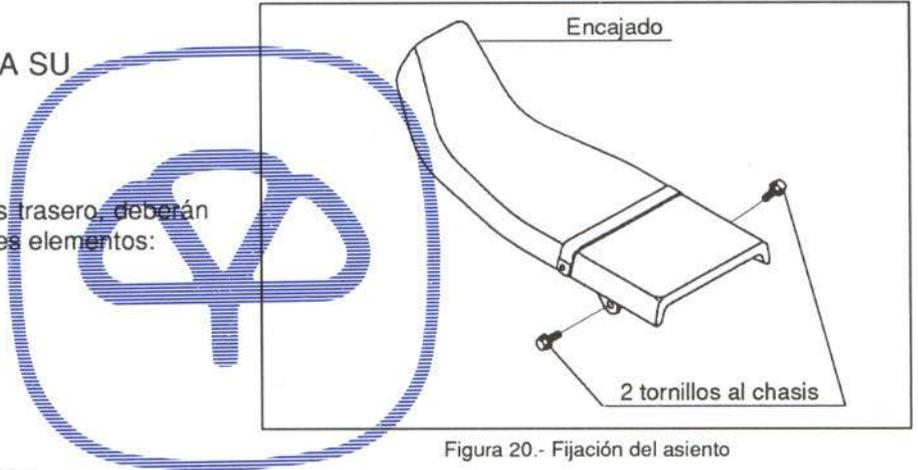

Figura 20.- Fijación del asiento
En la figura 20 se muestra su fijación
- Asiento (Figura 20)